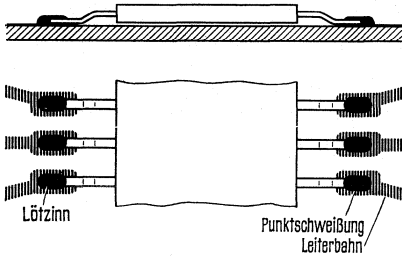

Bild 2
b) Bei Lötung auf der Plattenseite (Bild 2) braucht die Leiterplatte nicht durchbohrt zu sein. Die Verbindung mit den Leiterbahnen kann durch Kolbenlötung oder Schweißung erfolgen.